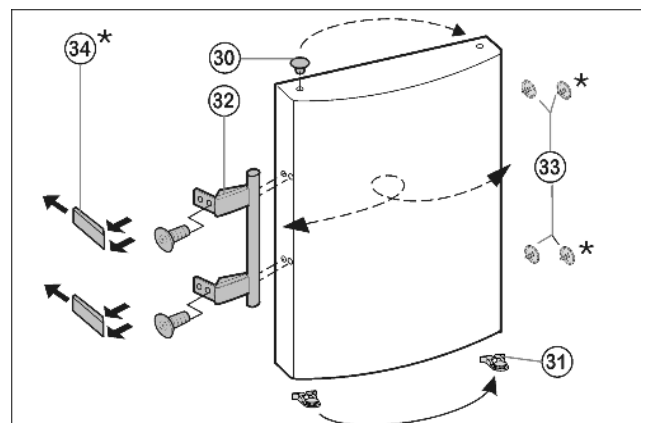

Fig. 8
- Til de stop Fig. 8 (33) uit de deurkamerbus en plaats hem om.
- ▶ Deurgreep Fig. 8 (32), stoppen Fig. 8 (33) en drukplaatjes* Fig. 8 (34) verwijderen en aan de andere kant aanbrengen.